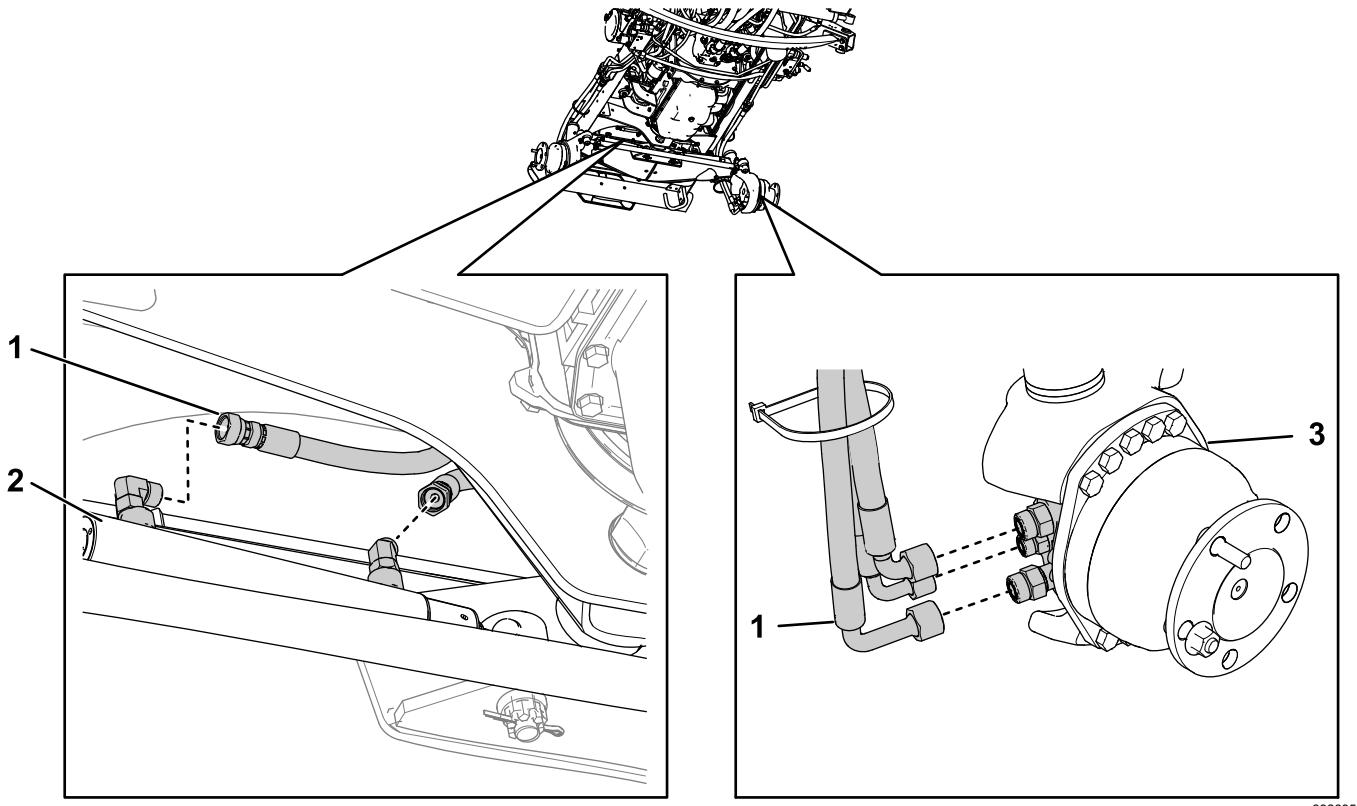

Рисунок 5
4. Отсоедините все гидравлические шланги, подсоединеные к цилиндрам рулевого управления и задним колесным моторам (Рисунок 5). Повторите эти действия на другой стороне для каждой детали.